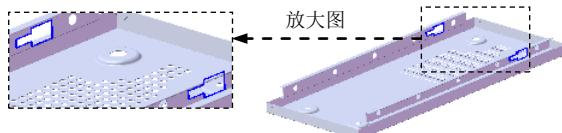
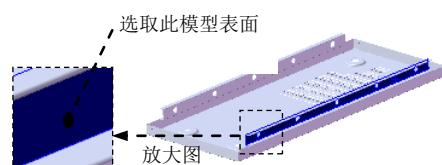
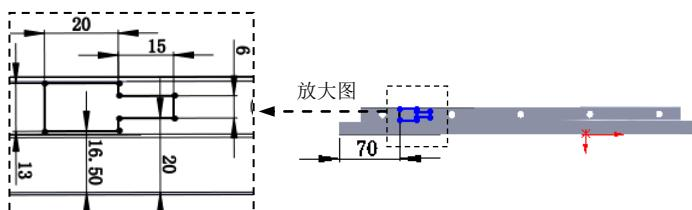

图 17.9.59 创建切除一拉伸 3
图 17.9.60 定义草图平面
图 17.9.61 横断面草图
Step27. 创建图 17.9.59 所示的切除一拉伸 3。选择下拉菜单**插入(I)** → **切除(C)** → **拉伸(E)...**命令；选取图 17.9.60 所示的表面为草图平面，绘制图 17.9.61 所示的横断面草图，采用系统默认的切除深度方向；在**方向 1**区域的 \triangleleft 下拉列表中选择**完全贯穿**选项。单击 \checkmark 按钮，完成切除一拉伸 3 的创建。